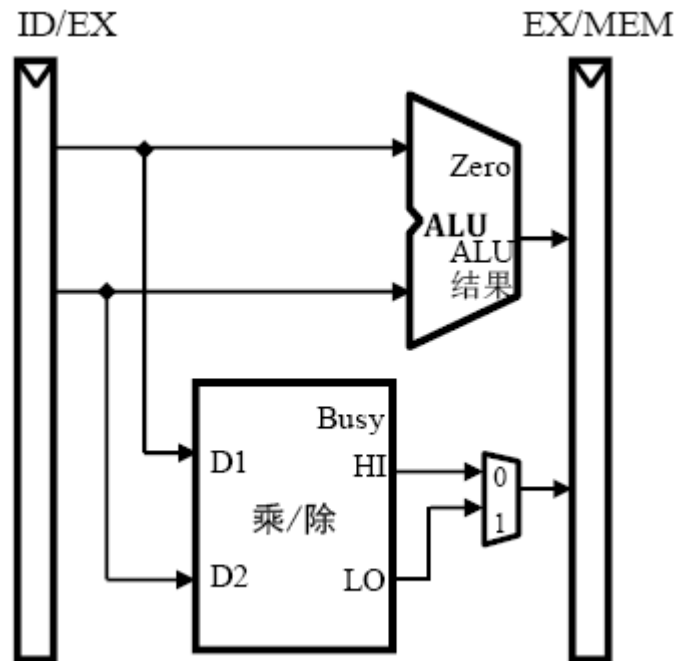

图1 流水线EX阶段的乘/除部件
8. 乘除法部件。为了支持mult、multu、div、divu、mfhi、mflo、mthi及mtlo这些乘除法相关指令，需要设计独立的乘/除功能部件。该部件位于在流水线的EX阶段，如图1所示。